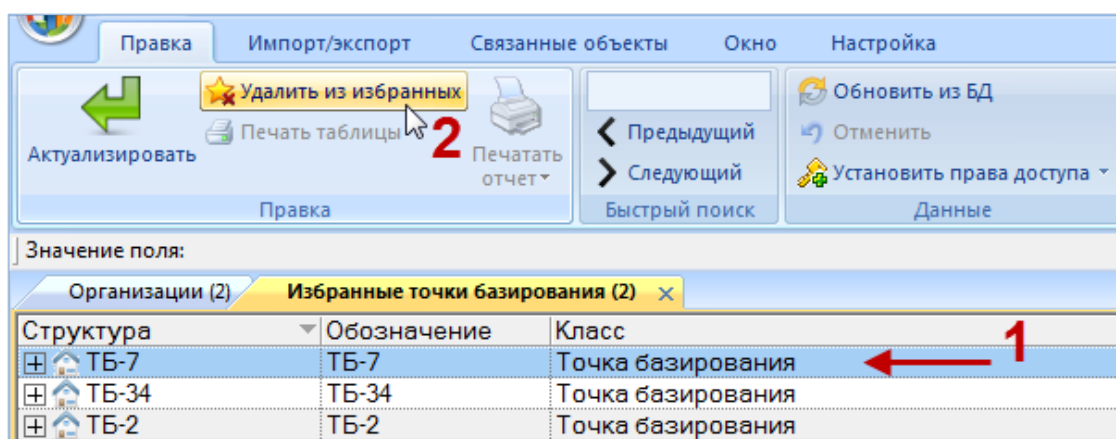

Рис. 9-36 – Удаление точки базирования из избранных
- 2) Выделить в нем точку базирования. Для выделения нескольких точек базирования используются клавиши CTRL и SHIFT (1 на рис. 9-36).
- 3) Нажать кнопку  «Удалить из избранных» панели «Правка» (2 на рис. 9-36).